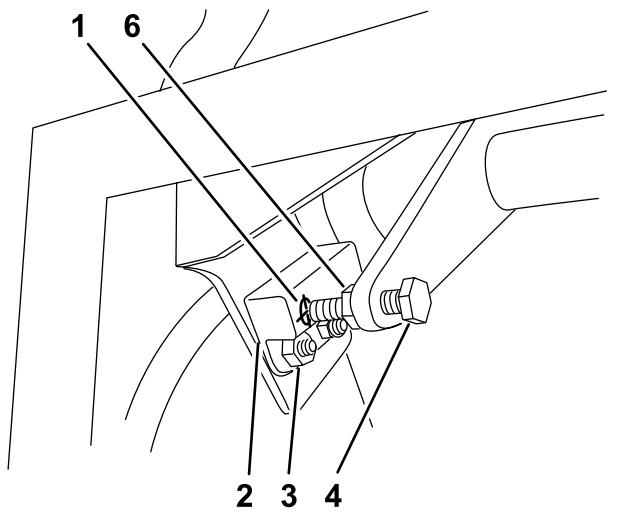

Figura 56
1. Asegúrese de que el perno que está conectado a la palanca de control de movimiento está alineado con la diana del interruptor de proximidad (Figura 56).
2. Si es necesario, afloje los pernos y ajuste el interruptor de proximidad hasta que la diana quede alineada con el perno que está conectado a la palanca de control de movimiento (Figura 56).
3. Compruebe la distancia entre el perno y el interruptor de proximidad; debe ser de 0.51 a 1.02 mm (0.02 a 0.04 pulgadas), según se muestra en Figura 56.
5. Apriete la contratuerca después de ajustar el perno (Figura 56).